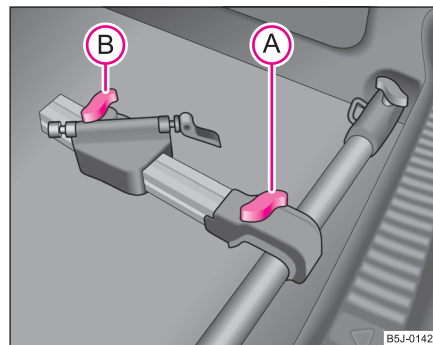

Fig. 67 Montar el portabicicletas
- Poner el portabicicletas autorizado sobre el travesaño, tras haber elevado el tornillo a (A) deslizar el larguero (pieza de aluminio) hasta el travesaño y enroscar el tornillo (A) en la tuerca ⇒ fig. 67.
- Soltar el tornillo (B) de la parte deslizante del portabicicletas y extraerlo, poner a continuación de la parte deslizante del soporte, según el tamaño de bicicleta, en una de las tres posiciones posibles.
- Poner el tornillo (B) en la posición deseada y apretarlo. ■